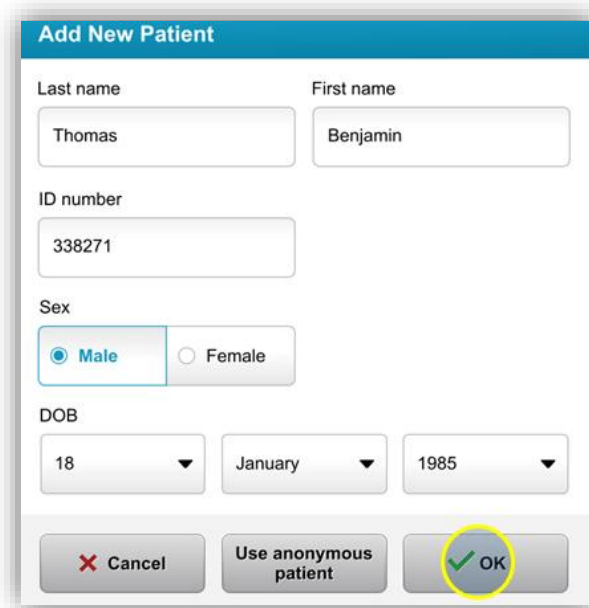

Figura 3-3. Introduza informação do doente
- Para começar a adicionar um novo doente, seleccione “Adicionar novo doente”, e aparecerá a janela pop-up mostrada na figura 3.3.